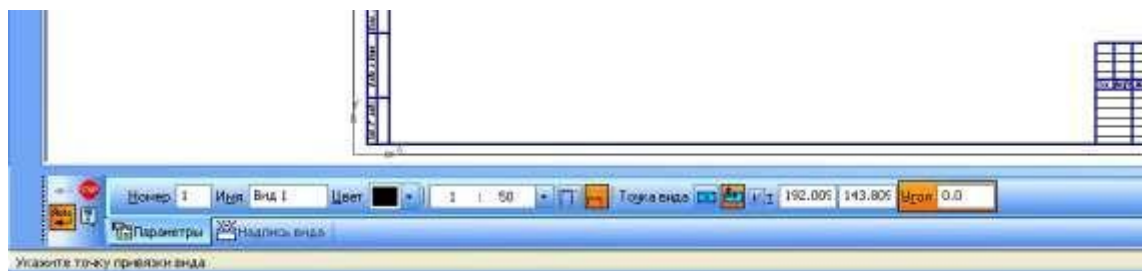

Рисунок 7 – Создание нового вида
1.3 Для того чтобы создать новый вид с масштабом уменьшения 1:50, нужно выбрать в пункте меню **Вставка** → **Вид** или на панели инструментов **Ассоциативные виды** – кнопку **Создать новый вид**, при этом в панели свойств команды выбрать нужный масштаб (рисунок 7).